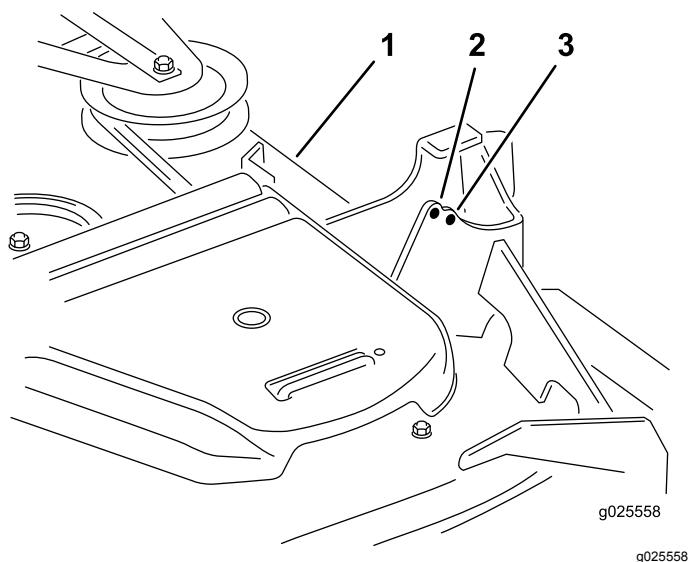

Figure 109
**Remarque:** Sur les modèles à éjection arrière, le tablier de coupe est fixé aux trous arrière à l'usine. Voir Figure 109. Au besoin, utilisez les